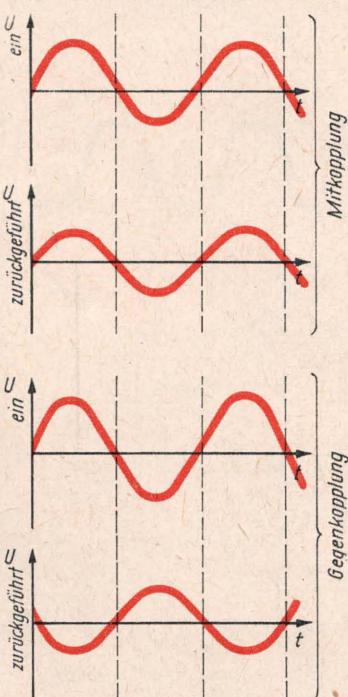

Bild 1
2. Die Form der Ausgangsgröße ist der Form der Eingangsgröße entgegengesetzt, das heißt die Änderung der Ausgangsgröße erfolgt zur gleichen Zeit wie die Änderung der Eingangsgröße aber in entgegengesetzter Richtung. Man spricht von gegenphasiger Rückkopplung oder Gegenkopplung. (Abb. 1)
Abb. 1 zeigt die Gesamtschaltung. Die Grundschialtung der Stoppuhr ist ursprünglich in der genannten Literatur angegeben. Sie besteht aus einem astabilen Multivibrator, der durch absicht-